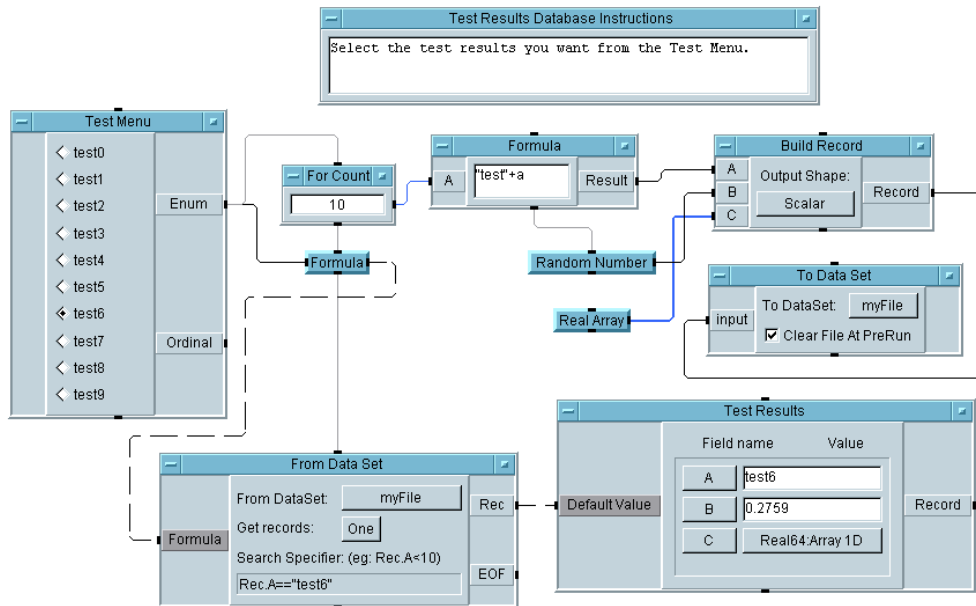

図 5-18. 検索操作へメニューを追加する方法
13. プログラムは図 5-18 のように表示されます。プログラムを数回実行し、機能するかどうかを確認します。Test Menu オブジェクトは AutoExecute をオンにしているため、プログラムを実行する場合は、メニューで選択します。